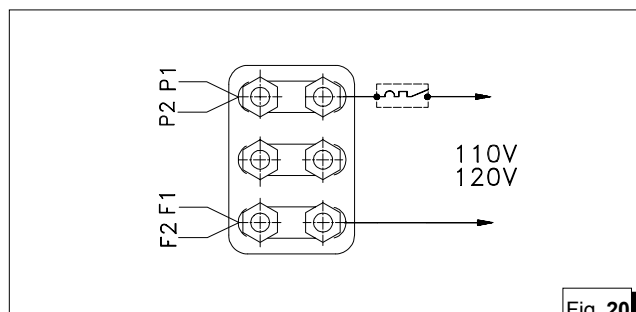

Fig. 20
- 1 - Collegamento in parallelo : in questa configurazione si ha una unica uscita a 110 (120) V fra i punti P₁ e F₂, collegando le uscite dell'alternatore (P₁,F₁,P₂,F₂) secondo lo schema di fig. 20.
- 1 - Parallel configuration: in this configuration there is a single output at 110 (120) V between points P_1 and F_2 , connecting the outputs of the alternator (P_1, F_1, P_2, F_2) as shown in the diagram in fig. 20.
- 1 - Liaison en parallèle: dans cette configuration nous avons une seule sortie à 110 (120) V entre les points P_1 et F_2 , en reliant les sorties de l'alternateur (P_1, F_1, P_2, F_2) selon le schéma de la figure 20.
NB. In questi casi va installato un solo magnetotermico, vedi fig. 20 - 21
N.B: In these cases just one magnetothermic device should be installed, see fig. 20/21.